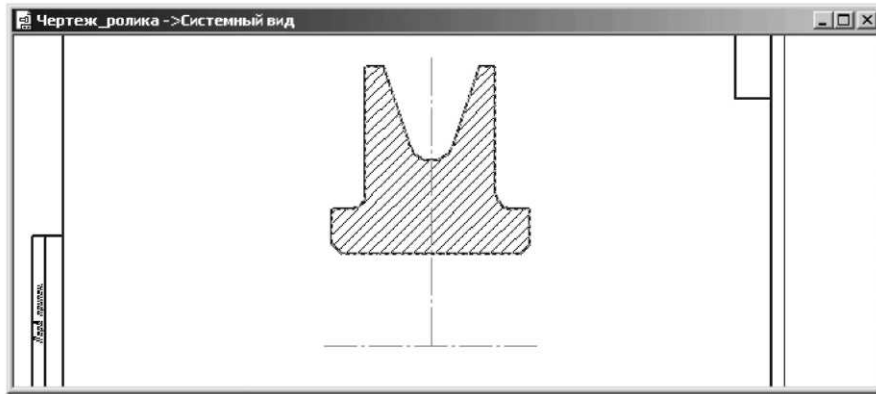

Рисунок 3.25. Створення штрихування на об'єкті
– клацніть на **Панелі спеціального управління** по кнопці  **Создать объект** або натисніть комбінацію клавіш **Ctrl+ Enter** для завершення нанесення штрихування. Цей стан системи показаний на рис. 3.25.